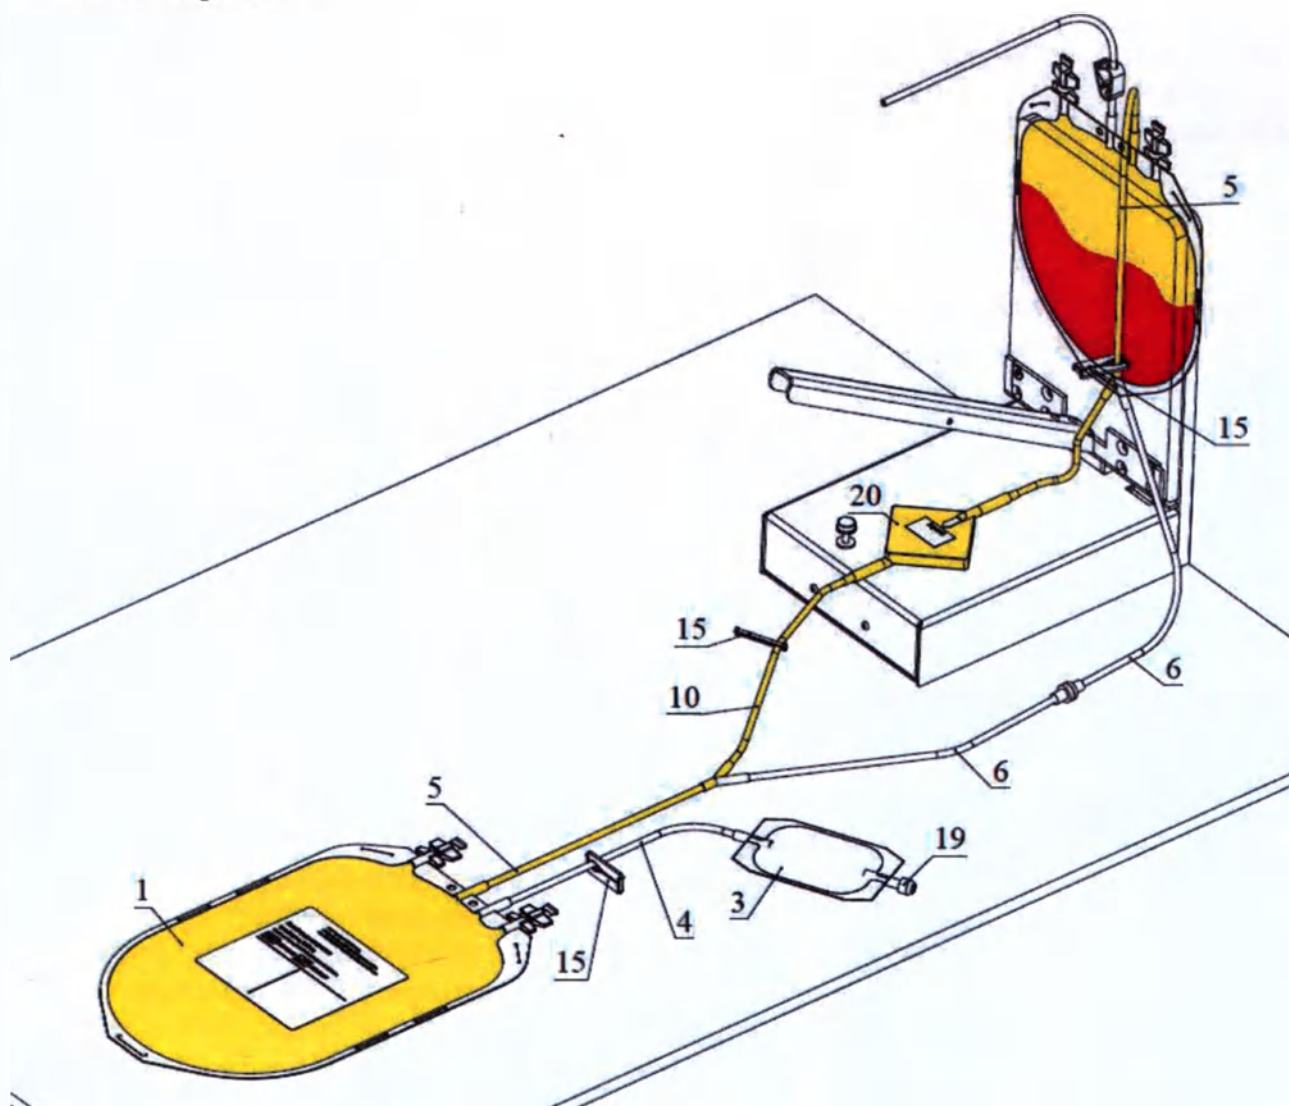

Рисунок 5 - Схема размещения Контейнера с пулированным ЛТС в плазмоекстракторе
После центрифугирования осторожно поместите контейнер с пулированным ЛТС в плазмоекстрактор (рис. 5), подайте давление и откройте зажимы (15) на трубке (5) и (10).